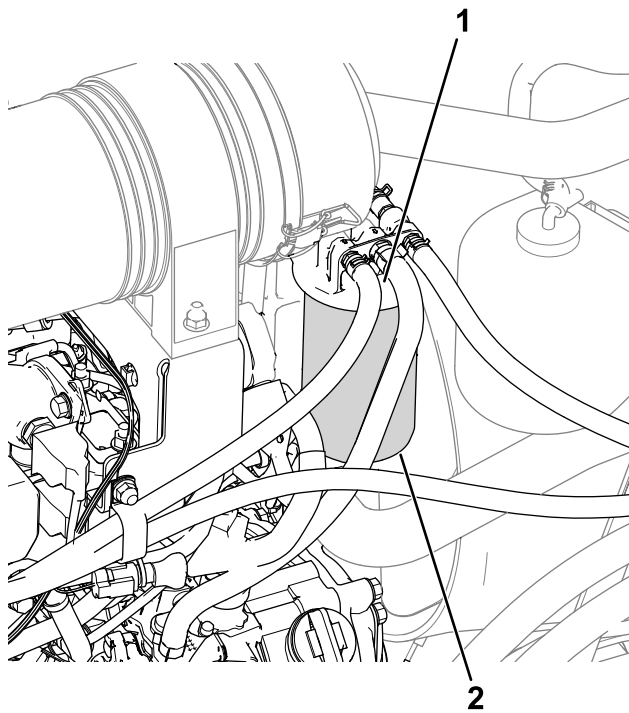

Bild 55
1. Reinigen Sie den Bereich um den Kraftstofffilterkopf (Bild 55).
2. Entfernen Sie den Filter und reinigen die Kontaktfläche (**Bild 55**).